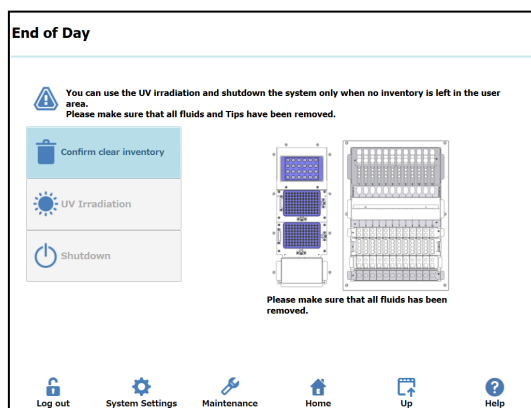

Figura 20: Pantalla «End of Day» (Final del día)
26. En la pantalla «Home» (Inicio), seleccione «End of Day» (Final del día). Aparece la pantalla siguiente (figura 20).